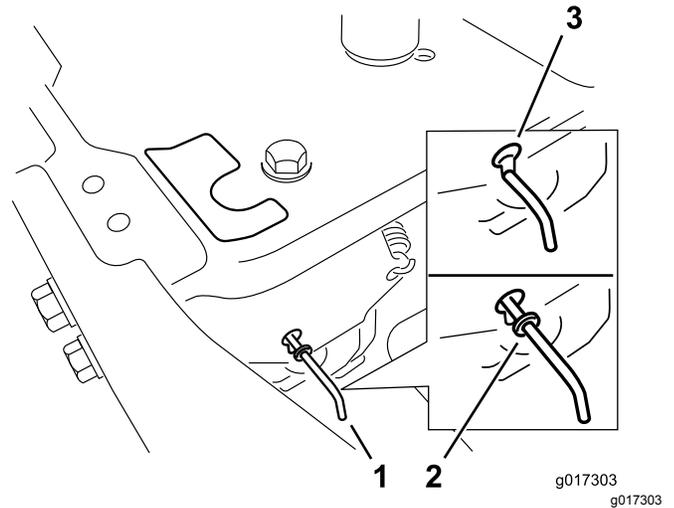

Bild 30
4. Schieben Sie die Bypasshebel nach vorne durch das Schlüsselloch und nach unten, um sie zu arretieren (Bild 30).
Schieben Sie die Bypasshebel nach hinten durch das Schlüsselloch und nach unten, um sie zu arretieren, wie in Bild 30 abgebildet.